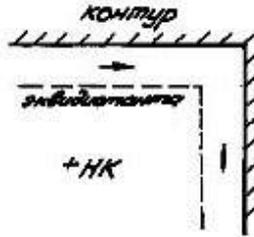

Рисунок 88
- +НК [I] - ввод коррекции при движении центра инструмента справа от контура по ходу движения (рис. 88),